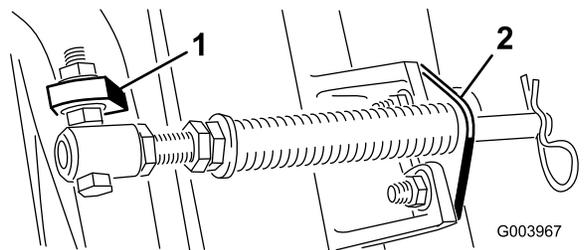

図 6
D. カuttingユニットのタブにロッド・ブラケットを取り付け、キャリッジ・ボルト2本とナットで固定する（図 6）。
C. スプリング・チューブのキャップスクリュを、反対側のキャリア・フレームのタブに取り付け、フランジ・ナットで固定する。図 6に示すように、キャップスクリュの頭部がタブの外側を向くように取り付けること。